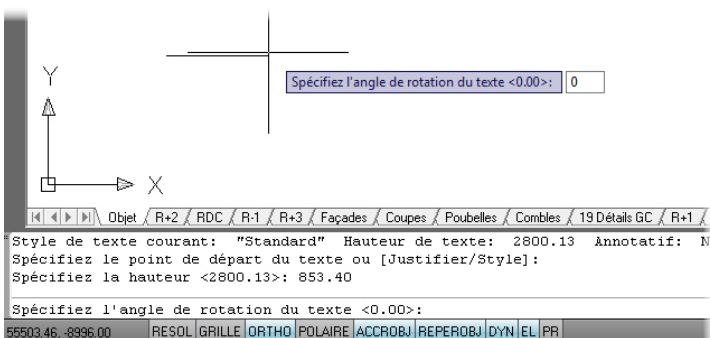

Figure 5.6
- Spécifiez ensuite, si nécessaire, un angle de rotation. Dans le cas d'une simple ligne de texte orthogonal, cet angle est nul (voir Figure 5.6).